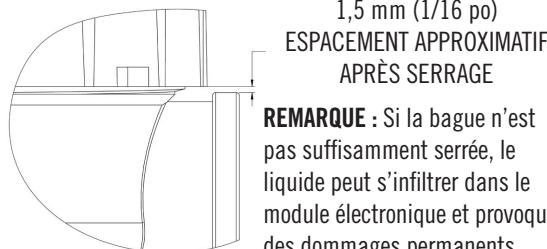

FIGURE 3
5. Revisser et serrer la bague de compteur à la main. Lorsque le serrage est correct, il y a un espace de 1,5 mm (1/16 po) environ entre la bague et le rebord du raccord de sortie (voir Figure 3).